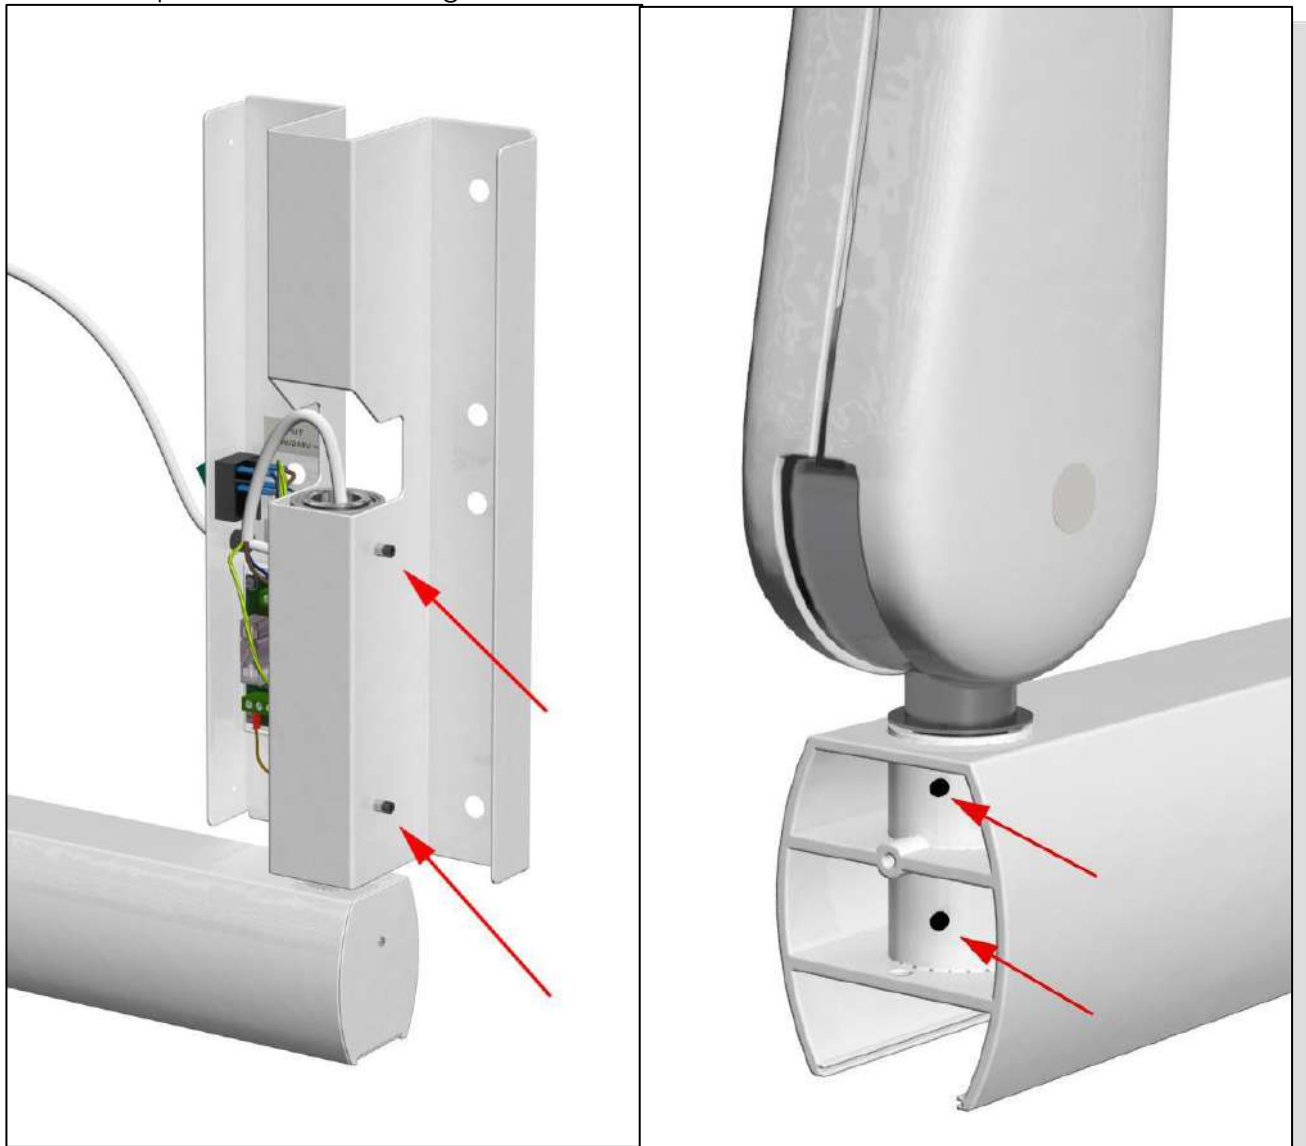

Fig.10
- ✓ Dacă este necesar, reglați șuruburile de fixare ale plăcii de perete **(A)** și extensia **(B)** după cum se arată în Fig. 10.